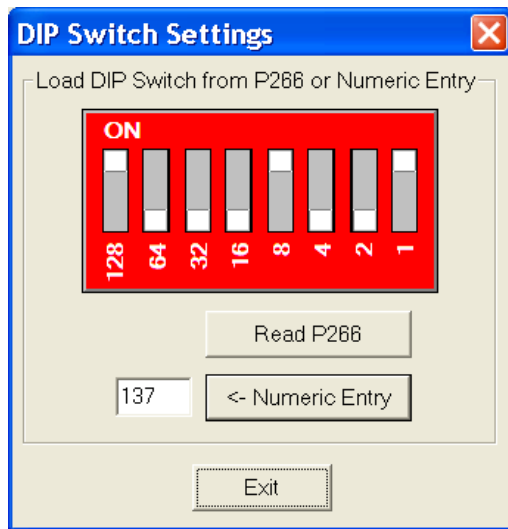

Abbildung 33: Eingabe eines numerischen Werts
- **Numeric Entry** (Numerischer Eintrag): Klicken Sie auf diese Schaltfläche, dann wird der Wert im Eingabefeld neben der Schaltfläche als DIP-Schaltereinstellung angezeigt. In Abbildung 33 wird der Wert **137** als DIP-Schaltereinstellung dargestellt, nachdem auf die Schaltfläche **Numeric Entry** geklickt wurde.